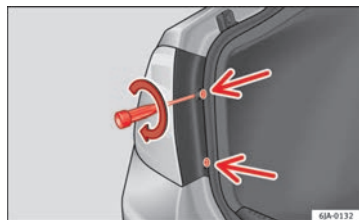

Fig. 167 Montare l'unità posteriore
- Con il cacciavite in dotazione o con una chiave Torx 20 (T20) avvitare (girando in senso orario ⇒ fig. 167) le due viti di fissaggio della zona frontale del fanale. ■